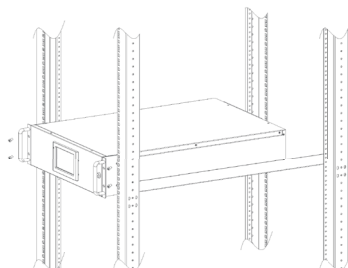

Рис. 3-5 Установка ИБП
2. Установите ИБП и батарейный шкаф на направляющую в стойке, полностью задвиньте его в стойку по направляющей (запрещается перемещать ИБП через кронштейны). Закрепите устройства на монтажной стойке, как показано на рис. 3-5.